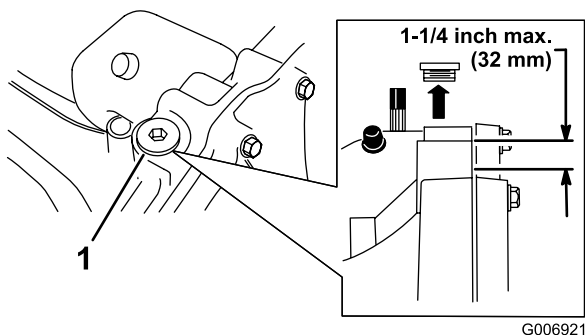

Bild 31
4. Reinigen Sie den Bereich um die Füllschraube (Bild 31), sodass kein Schmutz in den Ölbehälter fällt, wenn Sie Öl nachfüllen müssen.
Hinweis: Der Stand sollte höchstens 32 mm unter der Oberkante des Einfüllstutzens liegen (Bild 31). Füllen Sie bei Bedarf Öl nach.